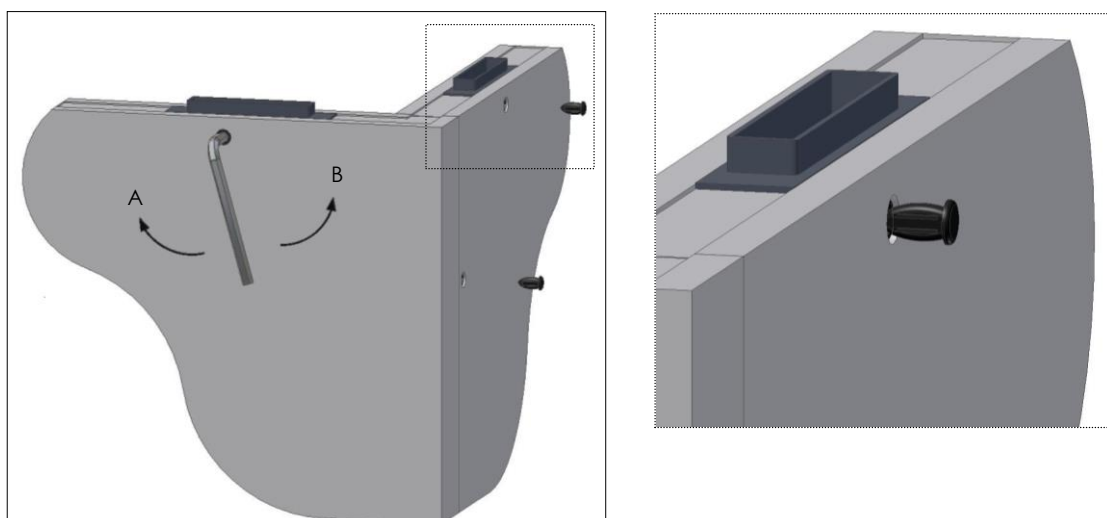

Fig. 11
- Tourner le tourne vis dans le sens des aiguilles d'une montre jusqu'à ce que ça s'arrête (Fig.11 – Position **A**);
- Tourner le tourne vis dans le sens contraire jusqu'à serrer. (Fig.11 – Position **B**)
- Après avoir serré, placer les **cache**s dans les trous (Fig. 11).